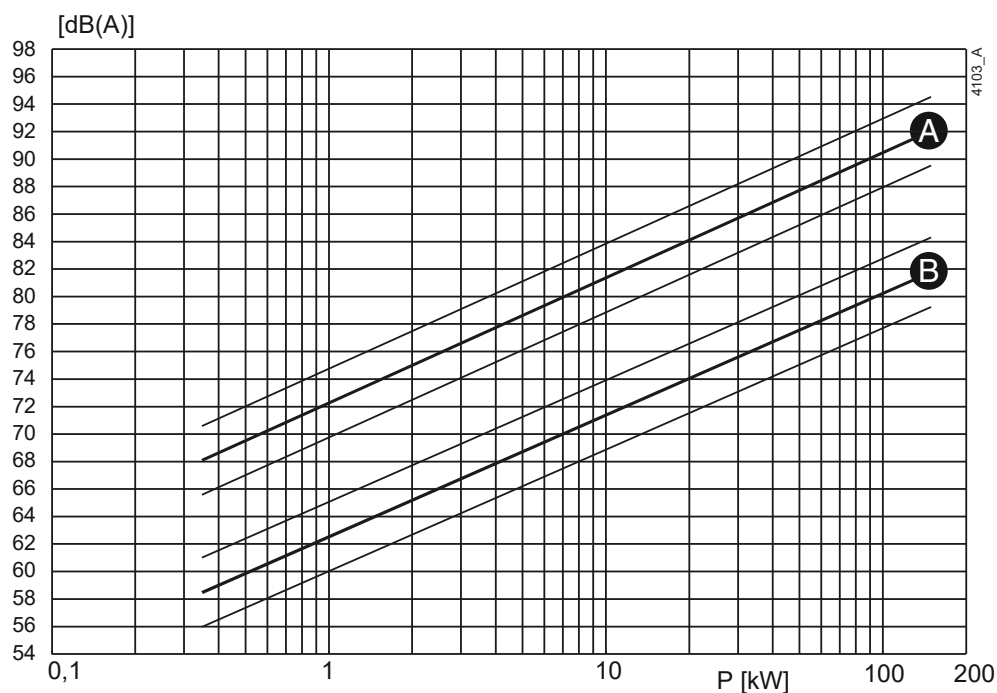
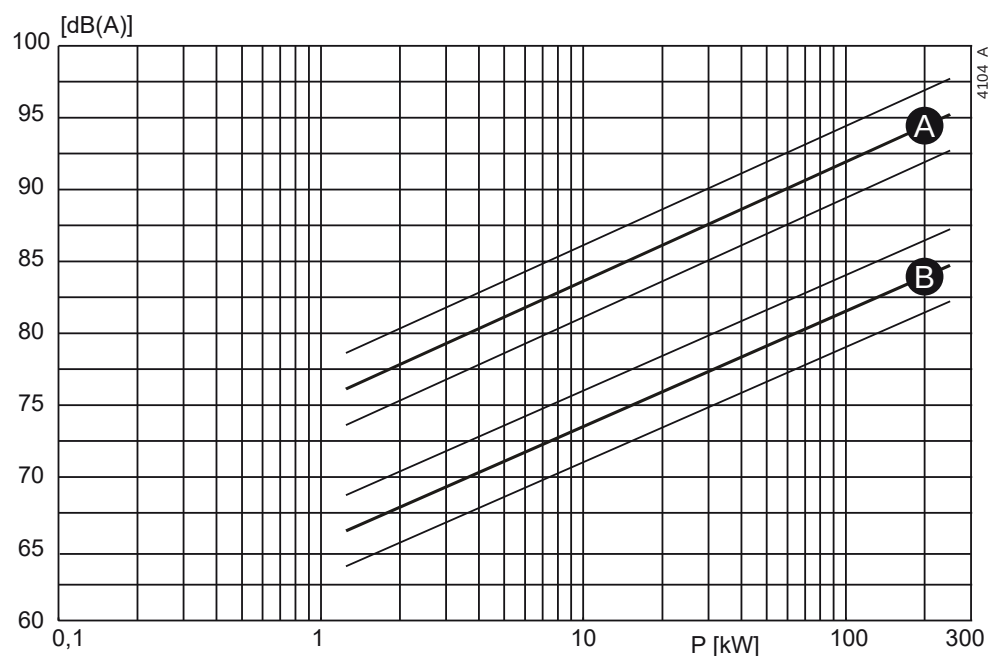

Figura 97: Nível de ruído em função da potência da bomba [kW] a 1450 min⁻¹
Figura 98: Nível de ruído em função da potência da bomba [kW] a 2900 min⁻¹
- 1 Determine o nível de ruído (L_1) da bomba. Consulte a figura 97 ou a figura 98.